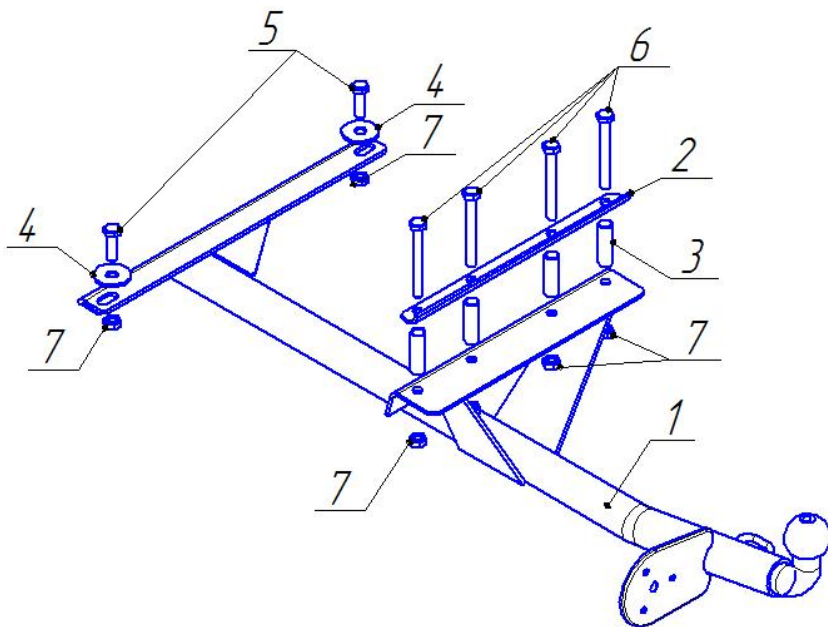

Рис.1 Установка ТСУ на автомобиль
- Удалить технологические резиновые заглушки с днища кузова автомобиля и через освободившиеся отверстия закрепить балку ТСУ поз.1 к днищу автомобиля крепежными элементами поз.5,7 (см.рис.1);